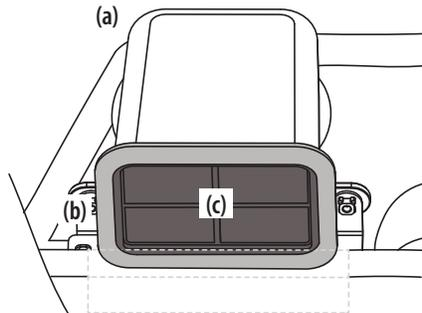

Figure 5-28
2. Enlevez le joint en caoutchouc (b) autour de l'entrée d'air (a) avant de retirer le filtre (c). Voir Figure 5-28.
3. Rincez le filtre (c) à l'eau; puis remplacez-le (c) et le joint en caoutchouc (b). Voir Figure 5-28.